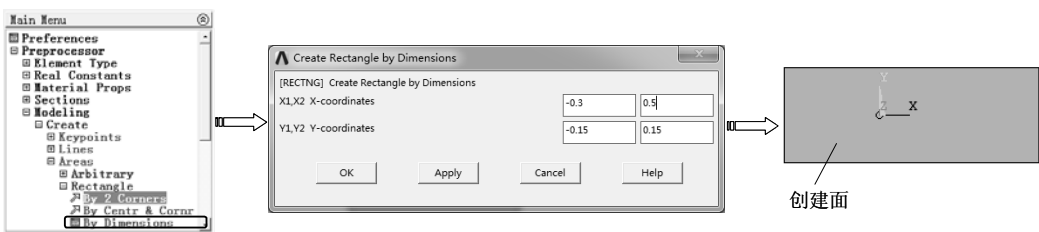

图 10-85 几何尺寸创建矩形面
2) 选择 “Main Menu>Preprocessor>Modeling>Create>Areas>Rectangle>By Dimensions” 命令，弹出 “Create Rectangle by Dimensions” 对话框，输入顶点坐标分别为 (-0.3, -0.15)，(0.5, 0.15)，单击 “OK” 按钮创建矩形面，如图 10-85 所示。